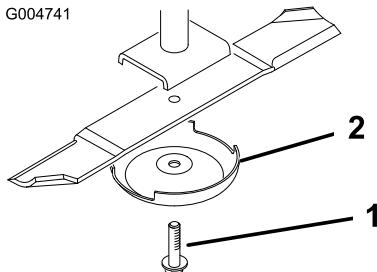

Figura 88
- Togliete il bullone, la coppa antistrappo e la lama dall'asse del fusello (Figura 88).